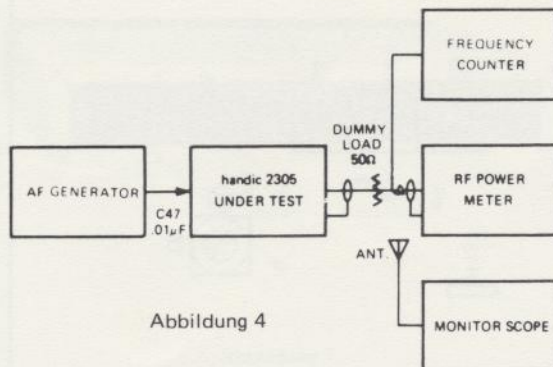

Abbildung 4
- Schritt 1: Anschließen des Gerätes wie in Abbildung 4 dargestellt
- Schritt 1: Anschließen des Gerätes wie in Abbildung 4 dargestellt.